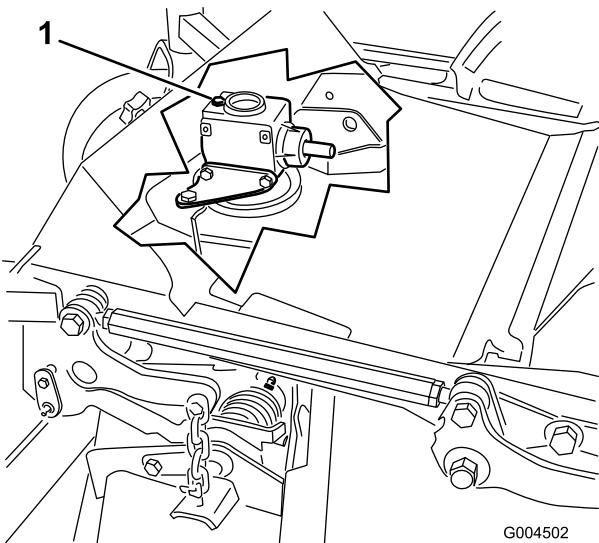

Figura 44
6. Retire la varilla/ tapón de llenado de la parte superior de la caja de engranajes (Figura 44) y asegúrese de que el lubricante está entre las marcas de la varilla.
6. Retire el tapón de llenado/varilla de la parte superior de la caja de engranajes (Figura 44).